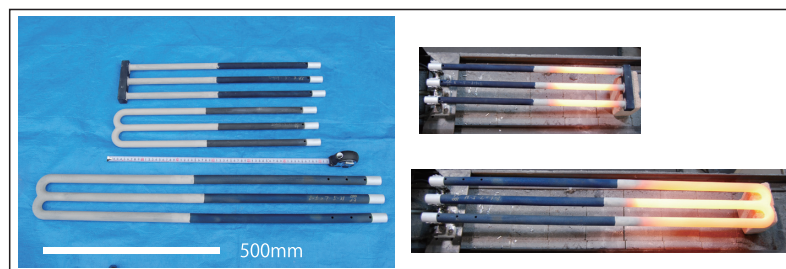

図1 炭化けい素発熱体の形状と発熱の様子
(2) 二珪化モリブデン発熱体は、MoSi₂という金属材料の表面にSiO₂(ガラス)膜を生成して使用する発熱体である。このSiO₂膜は保護膜として機能を発揮し、高温まで使用できるものとなっている。そのため金属発熱体にも関わらず大気中で1900℃という高温まで使用できる特徴を持っている。ただし還元雰囲気・真空度の高い雰囲気ではSiO₂が損傷されるので使用温度が低くなる。また欠点としては、常温で脆くまた熱衝撃に弱く高温域で軟化変形しやすいことである。形状としてはU・W型が主体。
(3) 炭化けい素(図1)